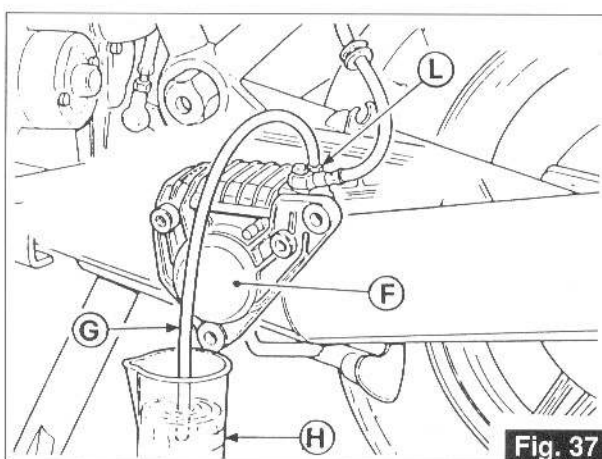

Fig. 37
- 2 Eliminer les bulles d'air en agissant sur l'étrier "F", après l'avoir démonté de la bride de support et après l'avoir placé de façon à ce que le bouchon "L" soit orienté vers le haut (Fig. 37).
- 2 Den Abbläßvorgang vornehmen, indem man die Zange "F" verstellt, nachdem man sie aus dem Halteflansch abgebaut hat und so positioniert hat, daß der Abbläßstutzen "L" nach oben zeigt (Abb. 37).